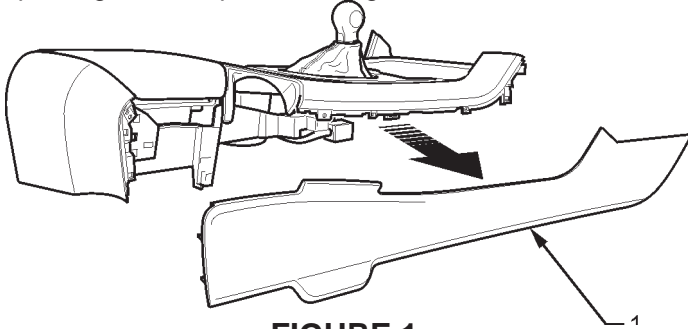

FIGURE 1
1. Retirer les panneaux latéraux de la console centrale du côté passager. Se reporter à la figure 1.